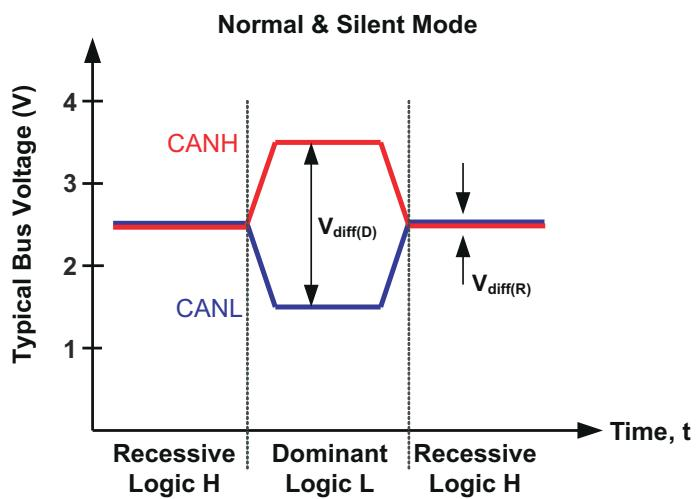
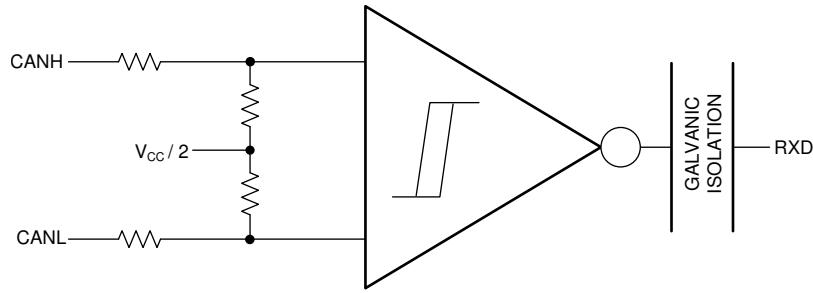

図 8-1. バスの状態 (物理的ピット表現)
図 8-2. リセシシブ同相バイアスとレシーバの概略図
CAN バスには、動作中に「ドミナント」と「リセシティブ」の 2 つの状態があります。ロジック Low に相当するドミナント・バス状態は、ドライバによってバスが差動駆動される場合です。リセシティブ・バス状態は、バスがレシーバの高抵抗の内部入力抵抗を介して $V_{CC}/2$ のコモン・モードにバイアスされる場合であり、ロジック High に相当します。CAN ノードのホスト・マイクロプロセッサは、TXD ピンを使用してバスを駆動し、RXD ピンでバスからデータを受信します。図 8-1 および 図 8-2 を参照してください。
(1) H = High レベル、L = Low レベル、Z = $V_{CC} / 2$ への同相 (リセッショブ) バイアス。バスの状態と同相バイアスの情報については、図 8-1 および 図 8-2 を参照してください。